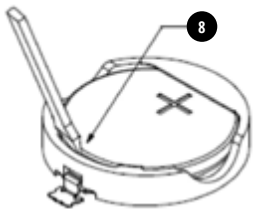

Fig. 8
Quand il est temps de changer la batterie sur l'écran sera inscrit "CHANGEZ LA BATTERIE!" (REPLACE THE BATTERY). Il n'y a pas besoin de changer la batterie avec la valeur de 25% ou plus. Enlevez la vis de couvercle (6) de Fig. 1 en le tournant dans le sens opposé des aiguilles d'une montre. Peut-être vous allez besoin d'un tournevis pour relâcher le couvercle. A l'aide d'un petit couteau ou un petit tournevis arrachez doucement l'ancienne batterie comme montré sur (8) de Fig. 8, en prenant bien soin de n'endommager le porte-batterie. Remplacez-la avec une nouvelle batterie au lithium CR2032 et posez de nouveau la vis de couvercle. Fixez le couvercle dans le sens des aiguilles d'une montre jusqu'à ce que le joint torique ne soit légèrement compressé.